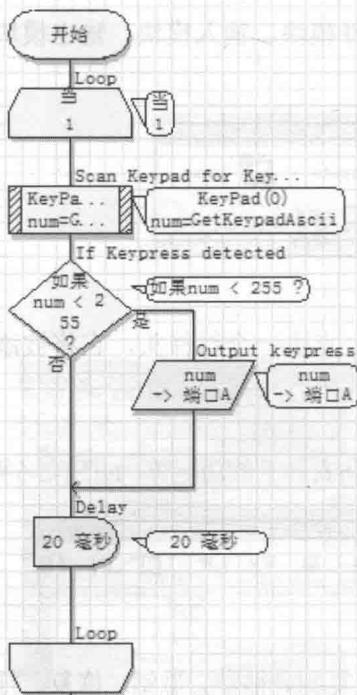

图 1-2-8 框图窗口
② 框图窗口。框图窗口是程序流程图的显示视窗，如图1-2-8所示。